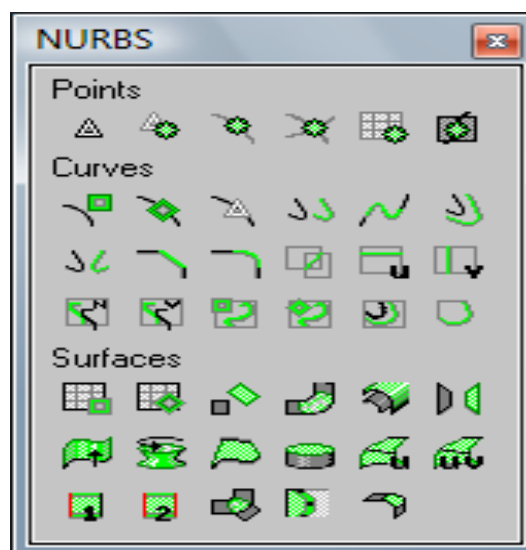

Рисунок 2.180 - Панель с инструментами *NURBS*
3. Создать поверхность путем применения операций для работы с *NURBS*. Необходимо создать *NURBS*-кривую или поверхность, и перейти на вкладку *Modify*. Откроется панель с инструментами *NURBS* (Рисунок 2.180).